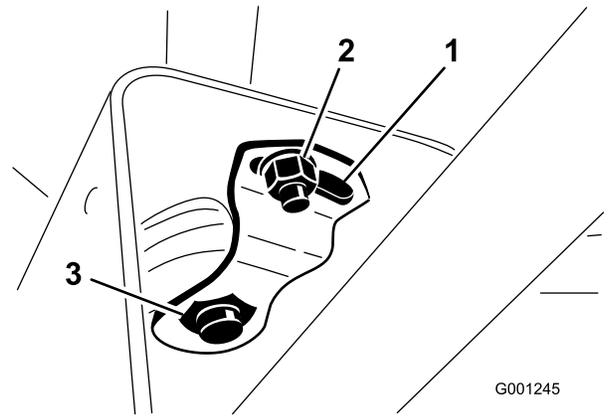

Figura 27
2. Mueva la cubierta por la columna de dirección para dejar expuesto el soporte del pivote (Figura 27).
3. Afloje la tuerca pequeña y gire el soporte del pivote hasta que apriete la tuerca grande que está debajo (Figura 27).